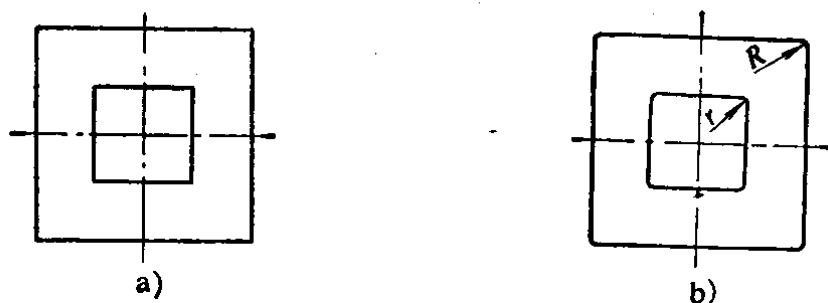

图 11-2 冲裁件的过渡圆角
2. 工件外形及内孔的转角, 一般不要设计成尖角, 均应圆角过渡。其最小圆角半径 R 和 r 应大于或等于 $0.5t$ (t 为板料厚度), 如图 11-2 所示。